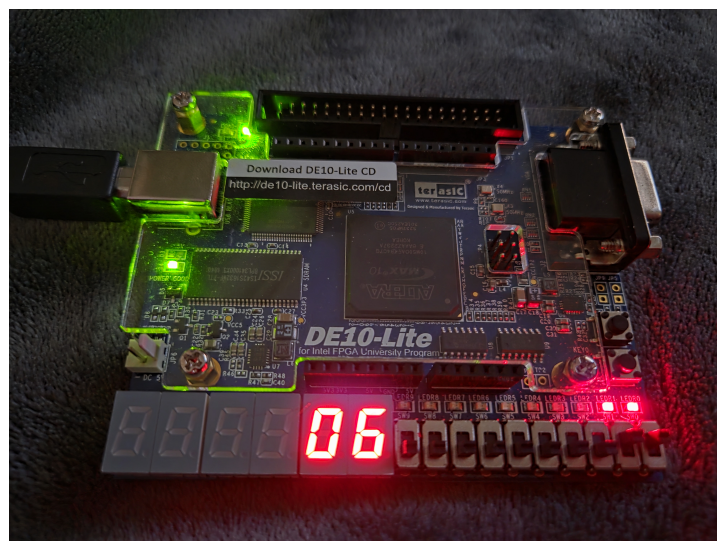

Figura 19: Kit DE10-Lite programado e exibindo a contagem nos displays de sete segmentos.
- Pressione KEY(0) para zerar a contagem.
- Pressione KEY(1) para carregar o valor.
- Observe a contagem nos displays HEX1 e HEX0, como na Figura 19.